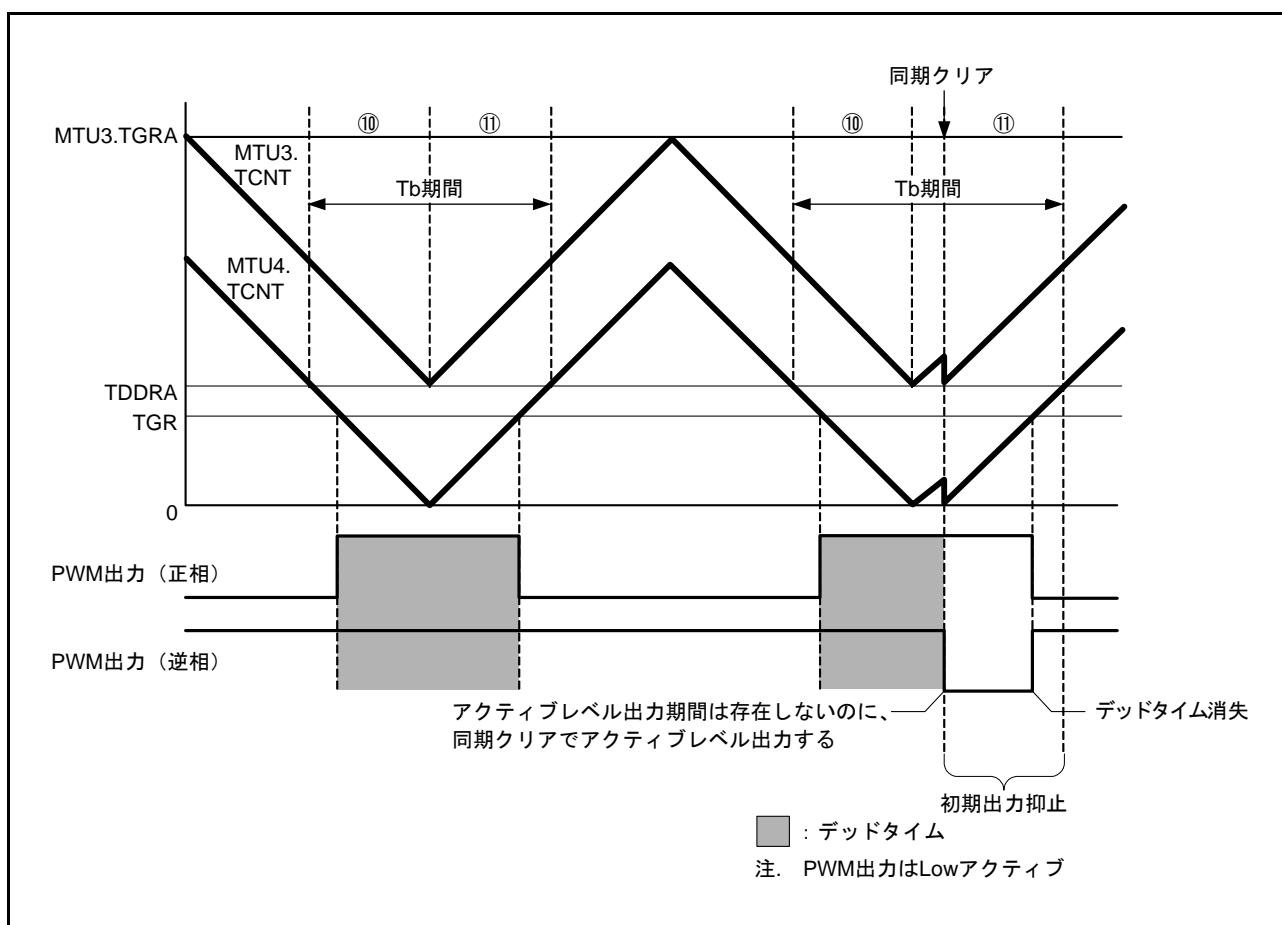

図 22.141 同期クリア例 (条件 2 の場合)
条件 2 : 初期出力の抑止期間⑩、⑪にて、 $MTU3.TGRB (MTU6.TGRB) \leq TDDRA (TDDRB)$ 、 $MTU4.TGRA (MTU7.TGRA) \leq TDDRA (TDDRB)$ 、 $MTU4.TGRB (MTU7.TGRB) \leq TDDRA (TDDRB)$ のいずれかが成立する状態で、同期クリアした場合 (図 22.141 参照)。